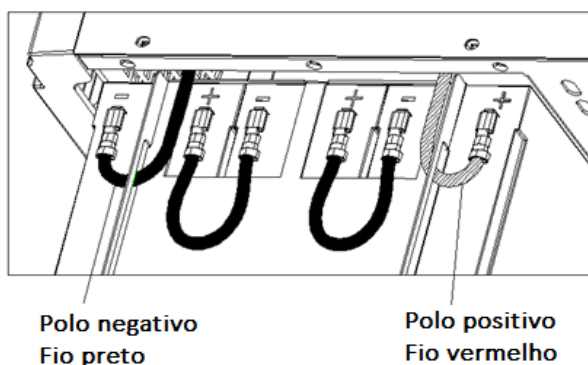

Figura 5.25: Conexão das baterias internas do Studio
- Após instalar o módulo da bateria corretamente, conecte os cabos da bateria como mostrado na Figura 5.25. Tome cuidado para não inverter os cabos da bateria.